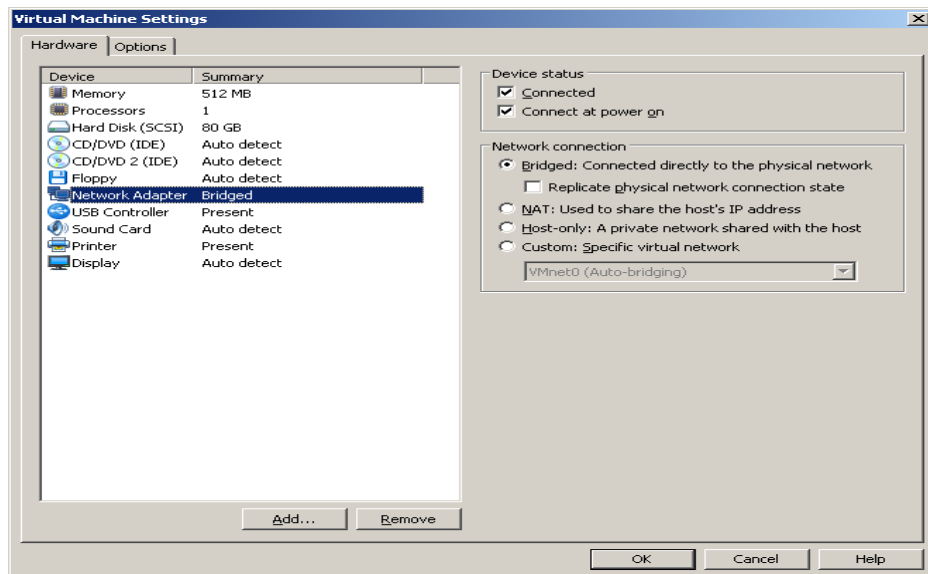

图 2-1-1
- 2) 配置虚拟机网络适配器方式为：桥接方式(Bridged)，如图 2-1-1 所示：